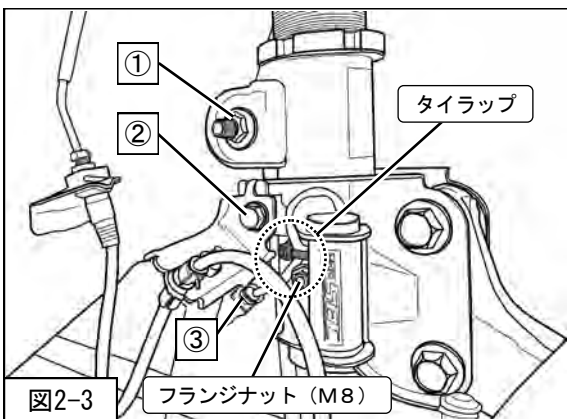

図2-3
- 5. フランジナット(M8)(締付トルク: 20N・m)を使用し、SECを取付けてください。(図2-3)
- 6. ③エレクトリックダンパーコネクタをSECに取付けてください。(図2-3)
- 7. タイラップを使用し、ハーネスをSEC本体に固定してください。(図2-3)
- 8. ②ブレーキホースブラケット取付ボルト(締付トルク: 33N・m)スタビライザリンク
①スタビライザリンク取付ナット(締付トルク: 60N・m)を取付けてください。(図2-3)
※SECを取付けない場合は、取外した③エレクトリックダンパーコネクタに防水を施し、ABSセンサハーネスにタイラップ等で固定してください。(図2-3)